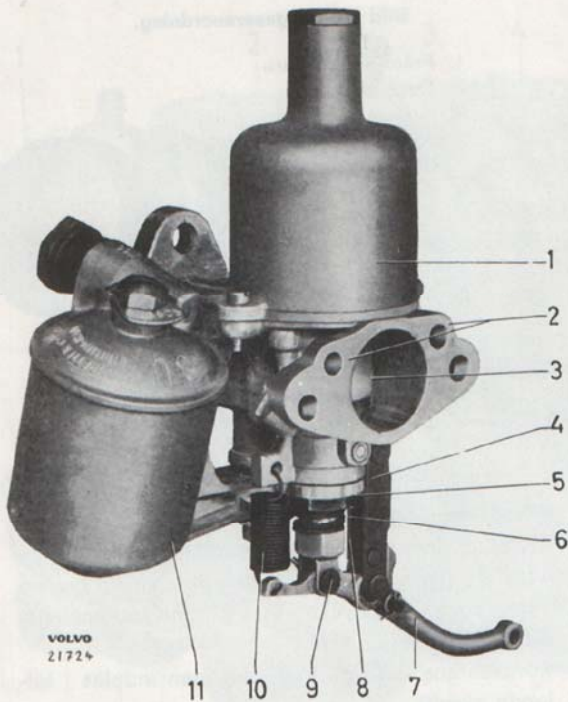

Bild 6. Bakre förgasare från flottörhussidan.
Munstycket pressas uppåt av fjädern (10, bild 6) för hävarmen (7) så, att munstyckets nederdel stöder mot den justerbara muttern (8), vilken låses i sitt läge av en annan fjäder (6). Med denna mutter inställes den genomströmmande bränslemängden, eftersom bränslenålen är konisk. Skruvas muttern uppåt, erhålles en magrare bräns-